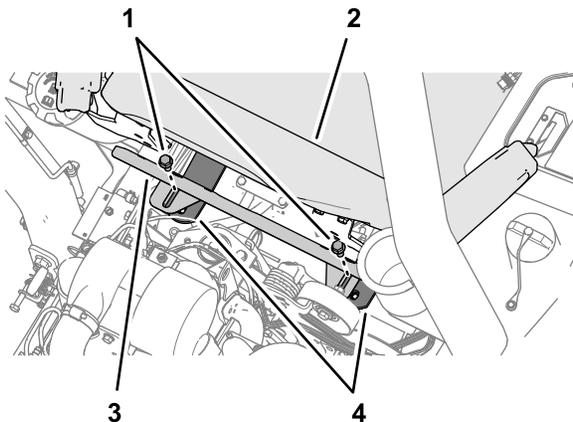

図 58
5. 運転席の後ろで、防熱シールドのスロットとシートストラップの穴を、クロスチューブの取り付け部に合わせる 図 58。